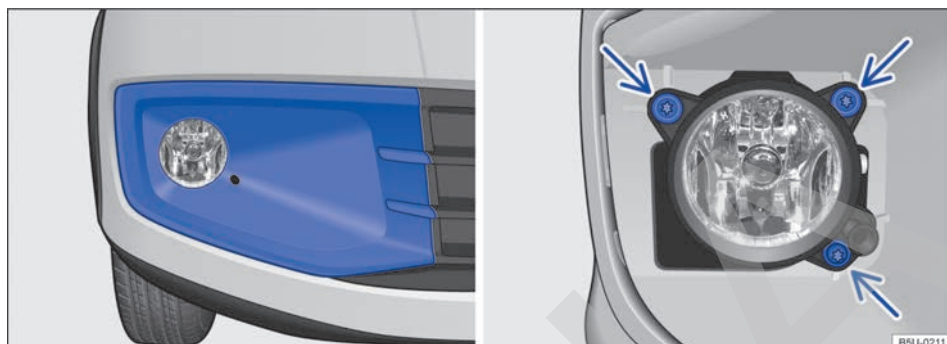

Fig. 191 En el paragolpes delantero a la derecha: desinstalar el farol de neblina.
2. Retirar la cubierta del paragolpes ⇒ fig. 191 (región azulada), tirar hacia adelante.
3. Remover los tornillos de fijación ⇒ fig. 191 -flechas-.
14. Volver a colocar y ajustar los tornillos de fijación ⇒ fig. 191 -flechas-.
15. Encajar la cubierta del paragolpes ⇒ fig. 191.